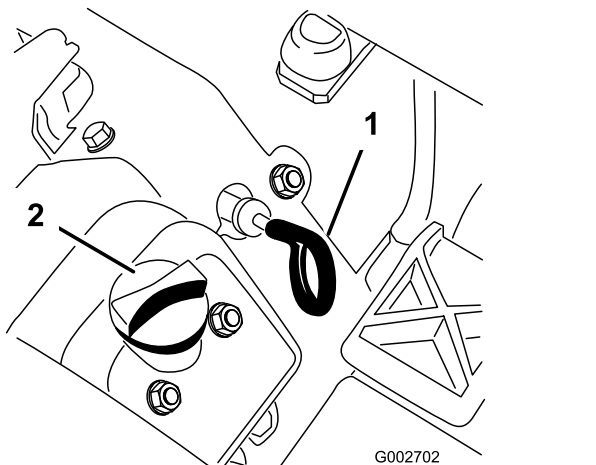

Figura 24
3. Puxe a vareta (Figura 24) e limpe-a com um pano limpo.